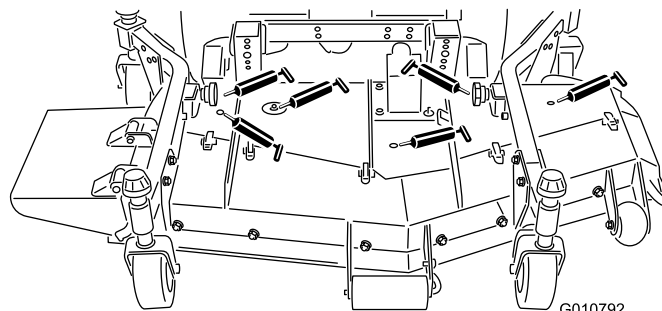

図 17
- ・ ブレードスピンドルベアリング (図 17)
- ・ 左右のプッシュアームのボールジョイント (図 17)